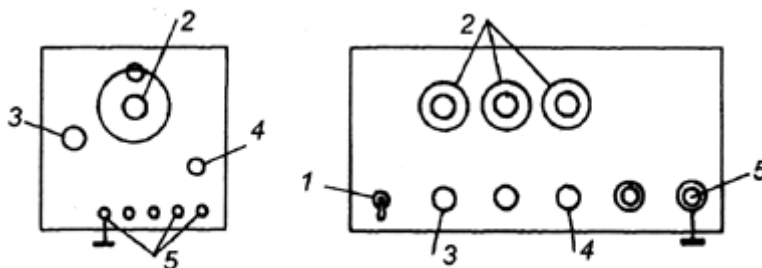

Рис. 2
2. Генератор переменного напряжения (рис. 2 а, б)